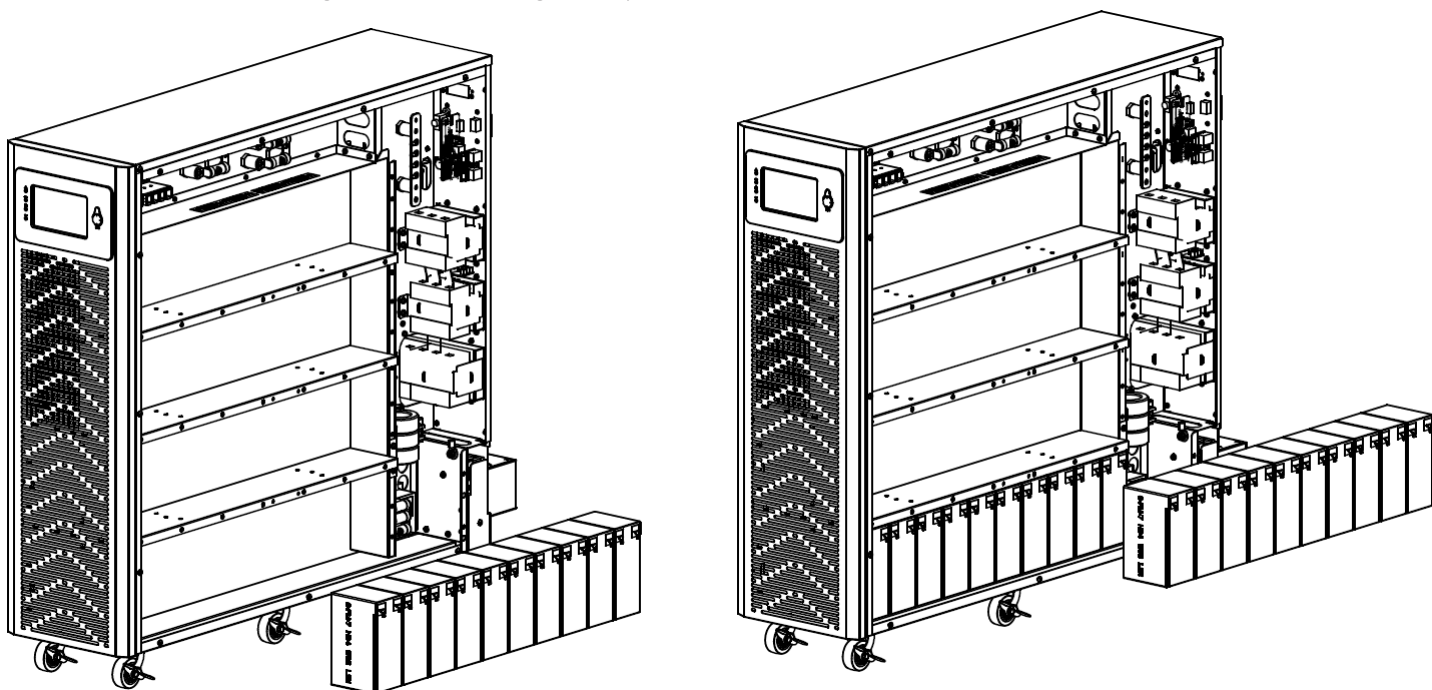

Figura 3-9: Instale las baterías en los entrepaños primero y segundo en el lado derecho.
4. Trabajando desde la parte inferior hacia arriba, instale 10 baterías en los entrepaños primero y segundo en el lado derecho de la unidad (Figura 3-9). Mantenga siempre el lado de la terminal de todas las baterías viendo hacia arriba.